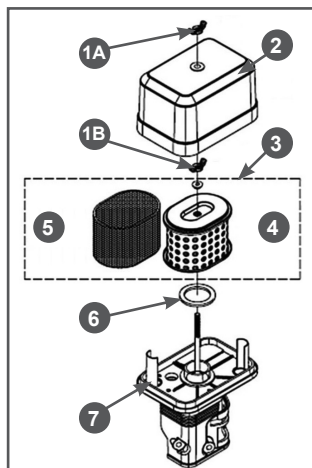

Рис. 25 Обслуживание воздушного фильтра (двойной фильтрующий элемент)
- Открутите барашковую гайку 1А и снимите крышку 2 воздушного фильтра (Рис. 25).
- Открутите барашковую гайку 1В и извлеките из корпуса воздушный фильтр 3 в сборе (Рис. 25).
- Проверьте целостность и чистоту фильтрующих элементов. Поролоновый (предварительный) фильтрующий элемент 5 установлен на корпусе бумажного фильтрующего элемента 4 (Рис. 25).
- При незначительном загрязнении промойте поролоновый фильтрующий элемент 5 (Рис. 25) теплым мыльным раствором и просушите. Поврежденный или сильно загрязненный поролоновый фильтрующий элемент замените.
6. Произведите очистку крышки 2 и корпуса 7 воздушного фильтра (Рис. 25), не допуская попадания пыли и грязи в воздухопровод, ведущий к карбюратору.
8. Перед установкой воздушного фильтра 3 убедитесь, что уплотнительное кольцо 6 воздушного фильтра находится на месте и не имеет повреждений (Рис. 25).